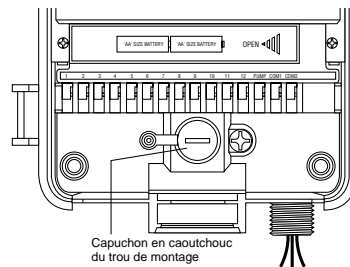

FIGURE 20 : Compartiment du boîtier du programmeur
- Retirez le capuchon en caoutchouc qui protège le trou de montage et posez une vis no 8 dans ce trou [voir la figure 20].
- Serrez la vis jusqu'à ce que le programmeur soit fixé solidement au mur, puis remettez en place le capuchon protecteur en caoutchouc [voir la figure 20].